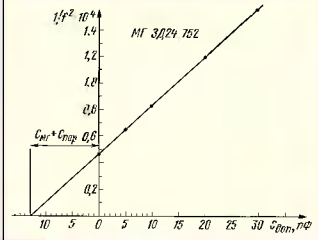

Рис. 12
- строят график (рис. 12), где по оси абсцисс откладывают значения $C_{\text{дв}}^{\text{н}}$, а по оси ординат — $1/f_{\text{изм}}^2$.